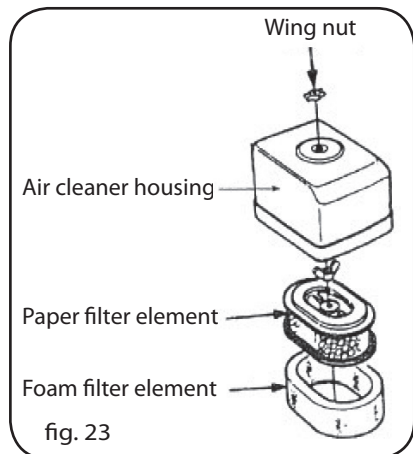

fig. 23
**Double-core type (Fig. 23)**